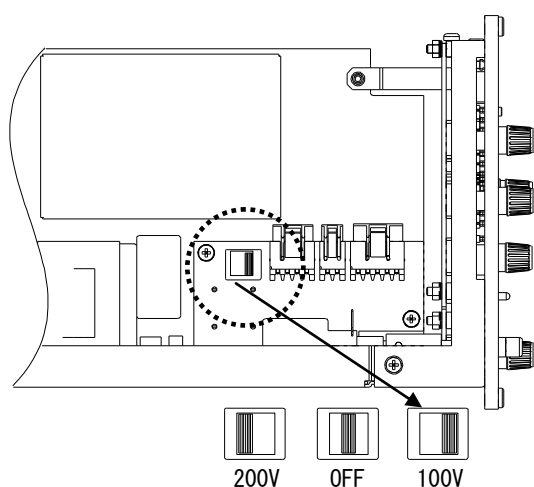

図7-7
3. AC電源電圧セレクトスイッチが図7-7の位置にあります。スイッチはAC200V／OFF／AC100Vの選択が可能です。ご使用のAC電源にセレクトスイッチをスライドさせ、切替えてください。AC電源ヒューズはAC100V／AC200Vに対応していますので、標準搭載されていますヒューズ(AC100V／AC200V電源両用、100mA:0334-3006)をそのままお使いください。※本器を日本国内で使用する場合、「電気用品安全法」の制限から、電源電圧AC125Vを超える電圧を供給することが出来ません。